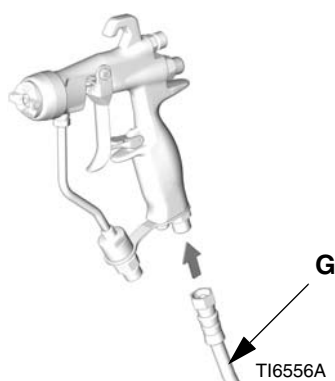

FIG. 2
2. Montera en tryckluftregulator (C) på tryckluftledningen för reglering av lufttrycket till pistolen.
3. Montera en avstängningskran (B) på pistolluftledningen.
5. Anslut luftslangen (G) till pistolens 1/4 npsm luftintag. Se FIG. 2.